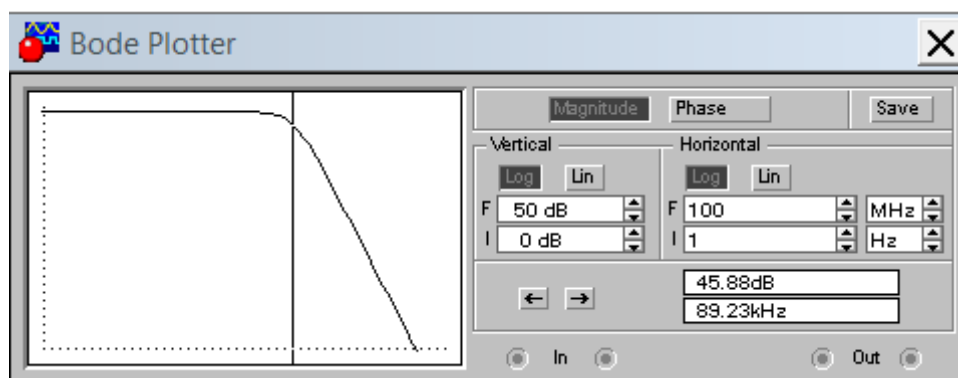

Рис. 3.3. АЧХ усилителя
- Получить АЧХ (на Bode Plotter – рис. 3.3). Сигналы на выходах равны и сдвинуты по фазе на 180° . По осциллограммам измерить максимальную величину неискаженного выходного сигнала $U_{вых_макс}$.